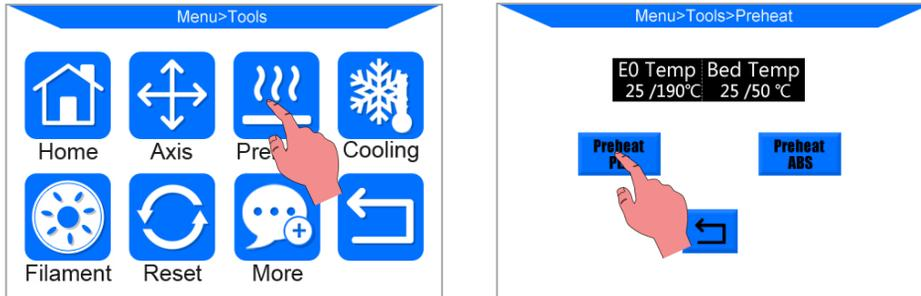

Imagen 29
1. Como se muestra abajo, haga clic "Tools" --> "Preheat" --> "Preheat PLA (por ejemplo)" **Imagen 29**.